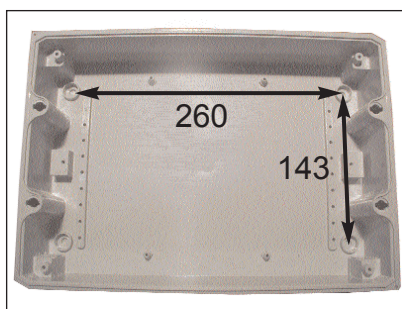

fig. 11
7. Fixer le coffret à l'aide des chevilles et des vis fournies. Placer les cache-vis. (fig. 11)